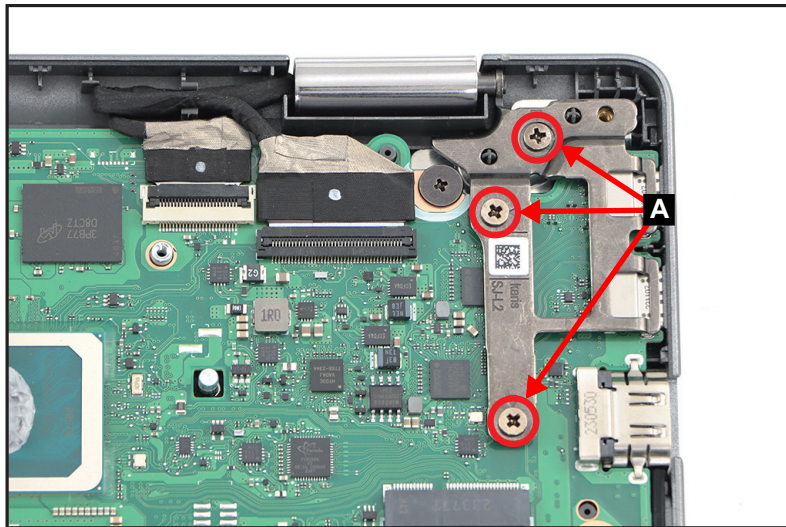

Figure 1-29. Retrait de la carte mère
1. Retirez les trois (3) vis (A) qui fixent la charnière LCD (Figure 1-29).